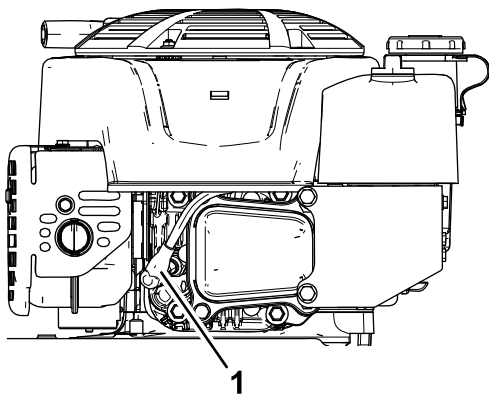

Bild 27
2. Ziehen Sie den Kerzenstecker von der Zündkerze ab (Bild 27).